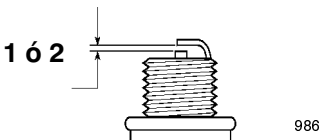

Figura 31
- 4. Fije la distancia entre los electrodos de la nueva bujía tal como se muestra en la Figura 31.